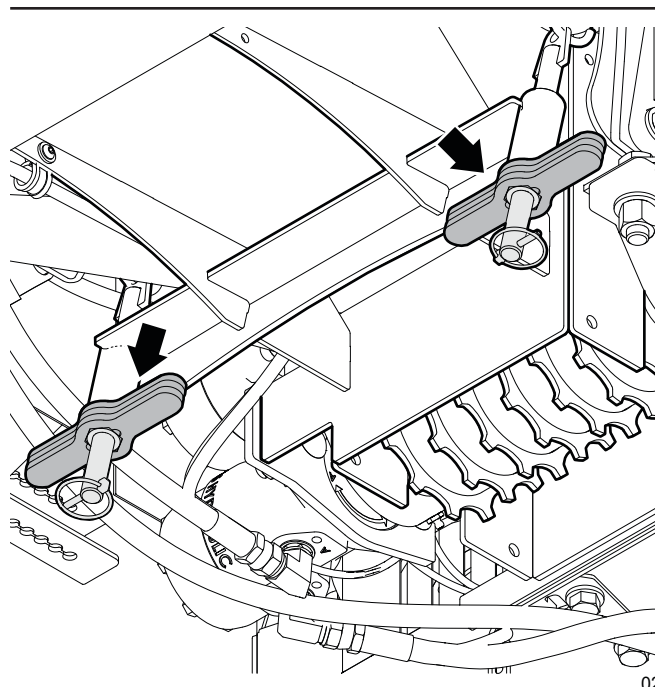

Fig. 58 – Boulons du tendeur de ressort de l'ensemble d'alimentation à rouleaux supérieur
1. Au bas de l'équipement, utilisez les poignées pour desserrer les écrous des boulons du tendeur de ressort. Consultez Fig. 58.